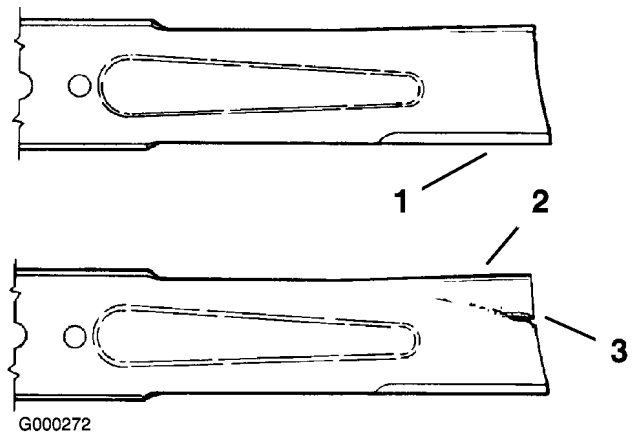

Figure 75
1. Examinez le tranchant des lames (Figure 75). Si les lames ne sont pas tranchantes ou si elles présentent des indentations, déposez-les et aiguiser-les (voir Aiguisage des lames).
2. Inspectez les lames, surtout la partie incurvée (Figure 75). Remplacez immédiatement toute lame endommagée, usée ou qui présente une entaille (Figure 75).